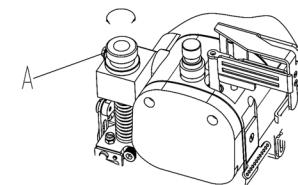

图35(Fig.35)
3.上滚轮压力的调整: 将压力调整螺钉(A)往顺时针方向转动, 则压力加大, 反之压力减小。(图35)
Turn pressure control knob (A) clockwise to increase the pressure of top 。 roller, vice ver'sa (Fig.35)。